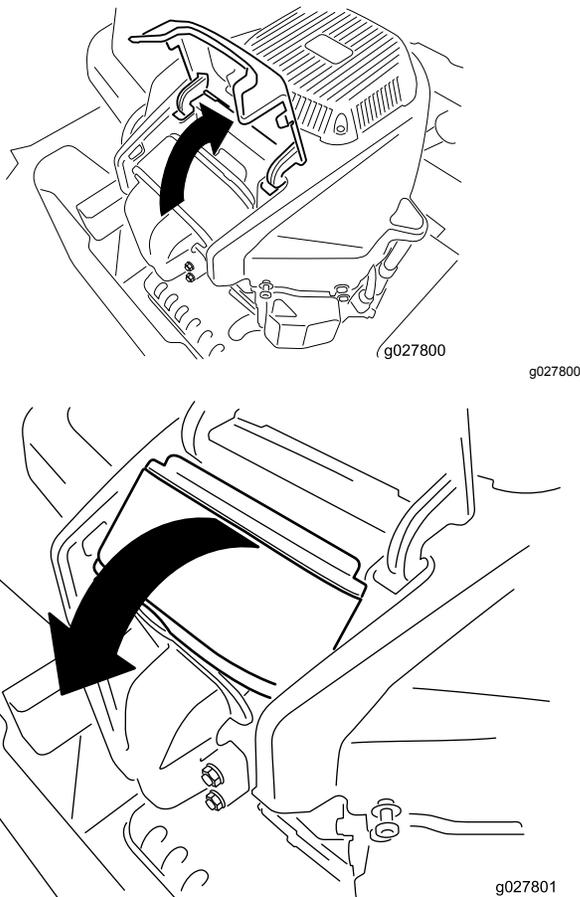

Figura 33
4. Eleve a cobertura e rode o conjunto do filtro de ar para fora do motor (**Figura 33**).